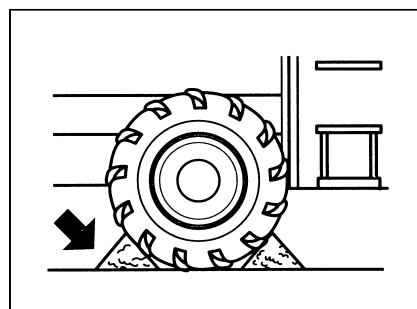

Рис.3-1
- При погрузке и разгрузке машины следует укрепить колеса транспортных средств для обеспечения отсутствия движения транспортных средств, под аппарелью положить сухари. (Рис.3-1)